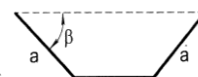

Рис. 5.4
5.6. З трьох однакових дощок шириною  $a$  (рис.5.4) треба зробити жолоб, поперечний переріз якого мав би форму трапеції. Яким повинен бути кут  $\beta$ , щоб отримати переріз максимальної площі?